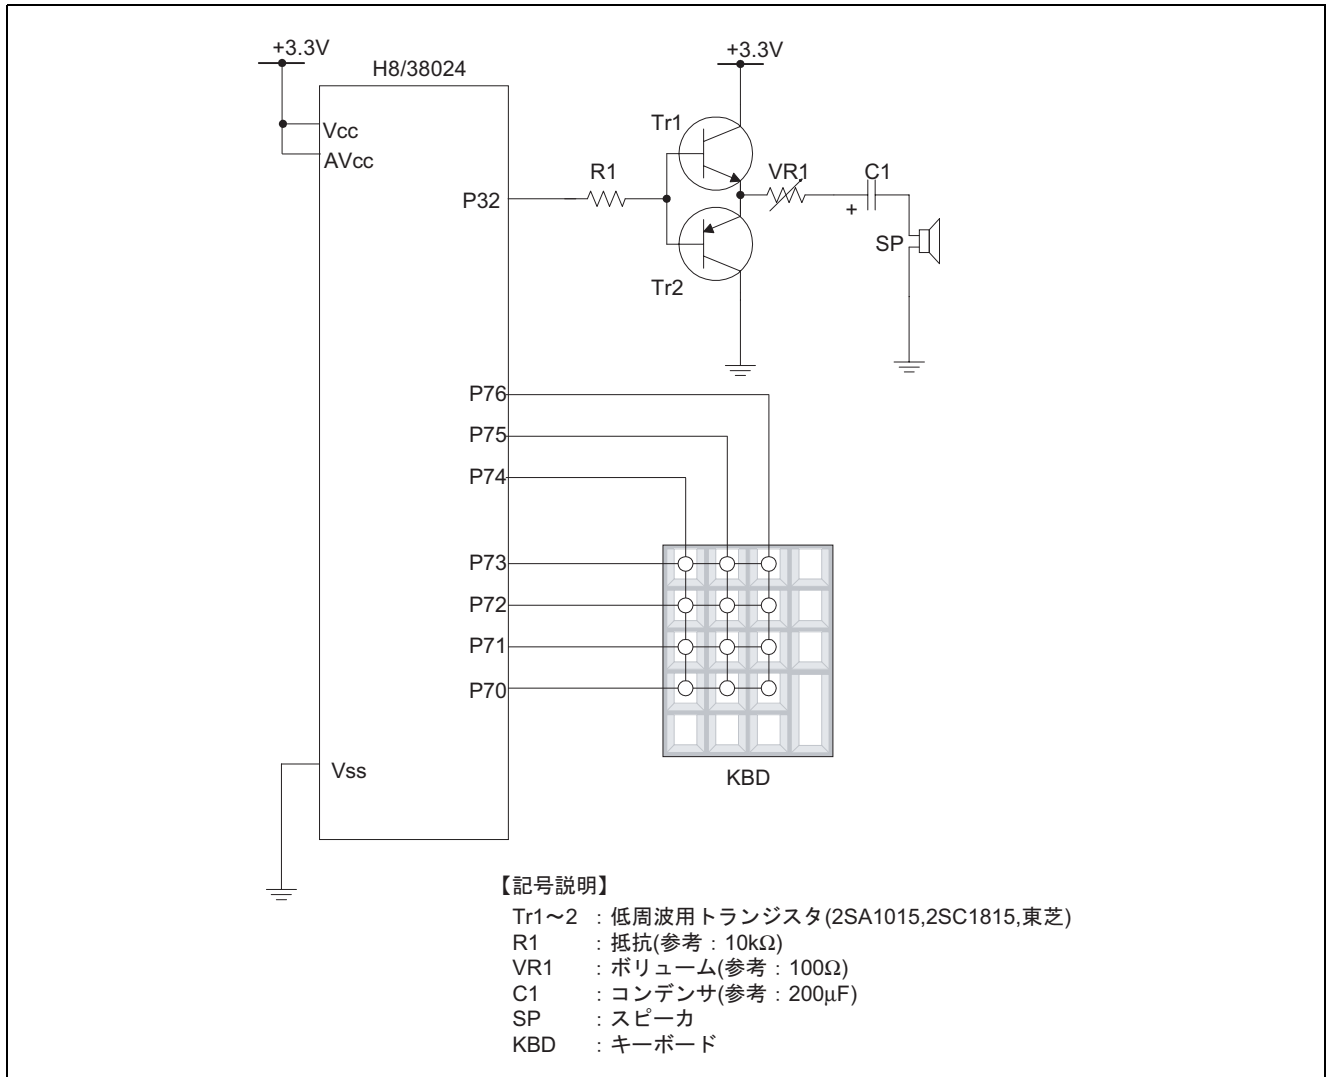

図 1 ハードウェア構成
- (1) 図 1 に音階出力回路接続例のハードウェア構成を示します。図 1 に示すように、キーボードを I/O ポート (P70 ~ P76 端子) に接続します。
- (2) キーボードの押下されたキーに対応した周波数の方形波を I/O ポート (P32 端子) に接続されたスピーカに出力します。